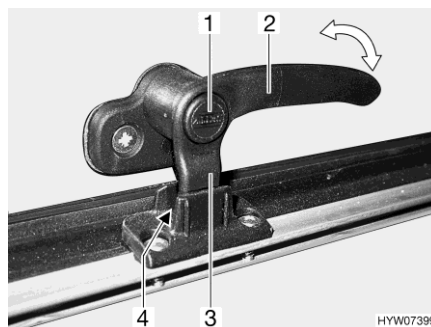
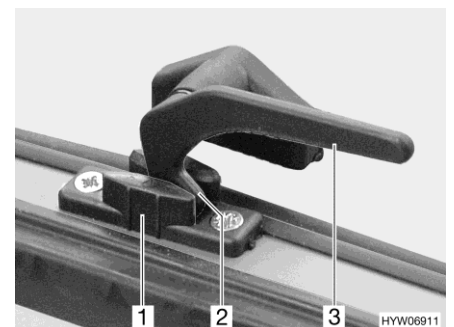

Fig. 116 Levier de verrouillage avec bouton de sécurité en position "Aération permanente"
Fig. 117 Levier de verrouillage en position "Aération permanente"
- En position "Aération permanente" (Fig. 116 et Fig. 117)
- S'il existe, appuyer sur le bouton de sécurité (Fig. 116,1) et le maintenir enfoncé.
- Tourner tous les leviers de verrouillage (Fig. 116,2 ou Fig. 117,3) d'un quart de tour vers le centre du lanterneau.
- Remettre tous les leviers de verrouillage en position initiale. Le tenon de verrouillage (Fig. 116,3 ou Fig. 117,2) doit pénétrer dans le logement du verrouillage du lanterneau (Fig. 116,4 ou Fig. 117,1).